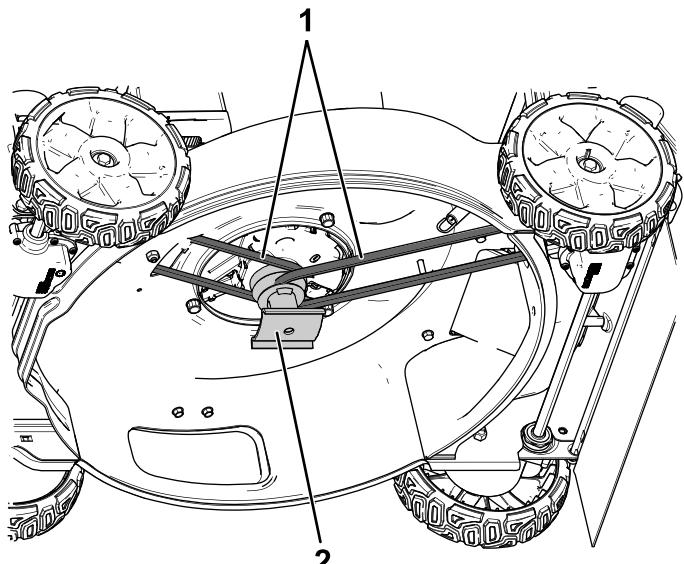

図 4
8. ブレードドライブからベルトを両方とも外し、ドライブも外してベルトとドライブを保管する図 4。